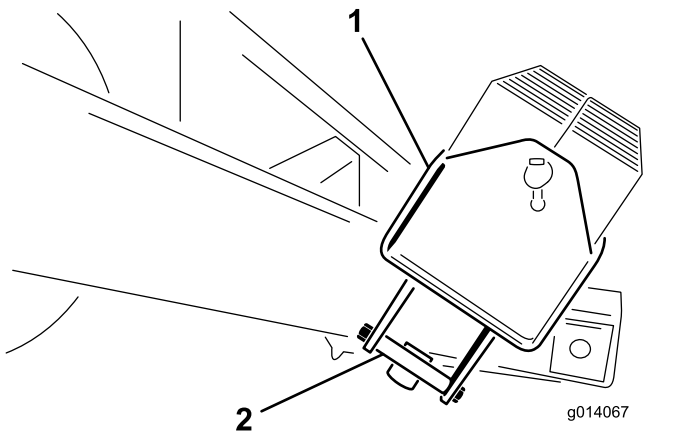

Figure 5
2. Retirez les boulons ( $\frac{1}{2}$ " x  $5\frac{1}{2}$ " ) du support de montage du boîtier des masses. Mettez les supports de montage au rebut (Figure 5).